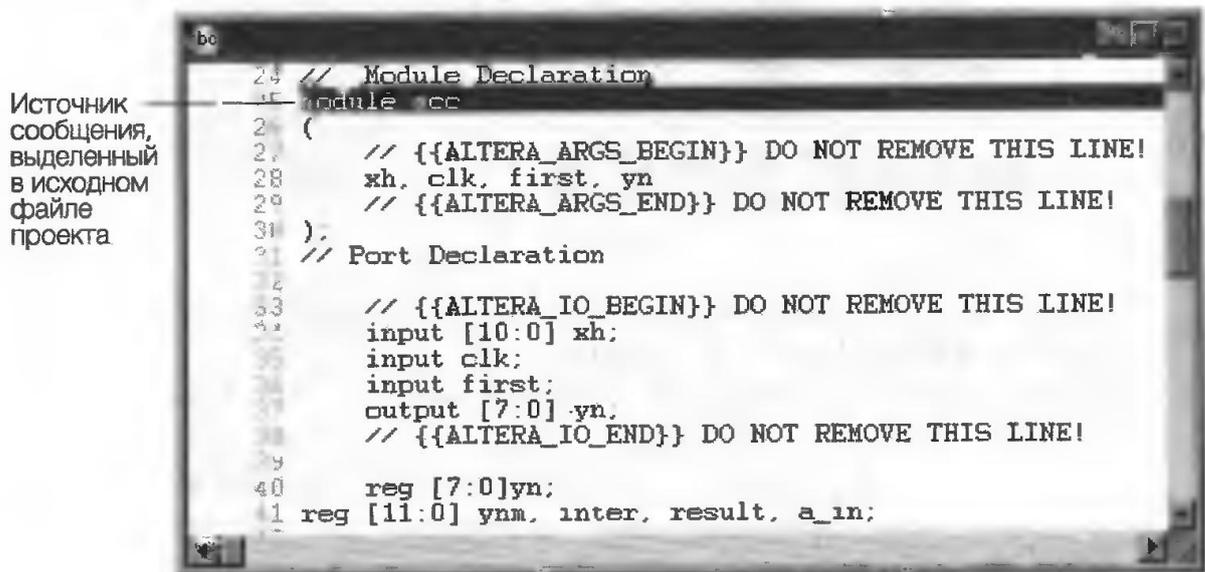

Рис. 3.40
2. Дважды щелкните по развернутому информационному сообщению **Entity 1:acc**. В окне **Text Editor** (текстовый редактор) откроется файл **acc.v**, и в нем цветом будет выделен источник сообщения – раздел **Module Declaration** (объявление модуля) (рис. 3.40).